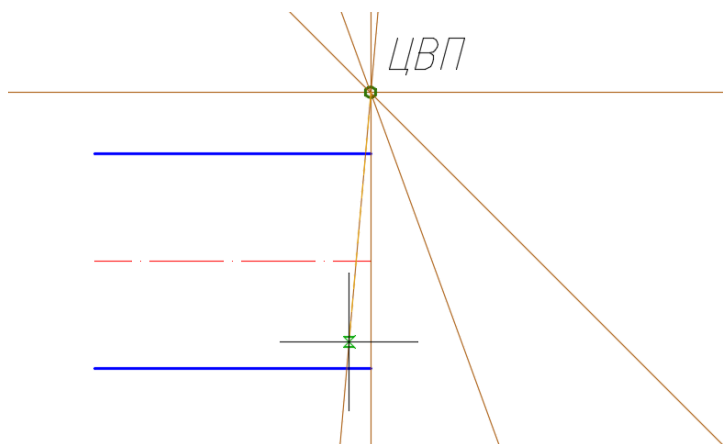

Рис. 124. Положение сварных швов 1-й секции колена трубы
– построить положение сварного шва *первой* секции (**слой Вспом**): **Рисование** → **Прямая** → **ЛКМ** в **ЦВП** → @ 1000<265 ↵ (см. рис. 124);